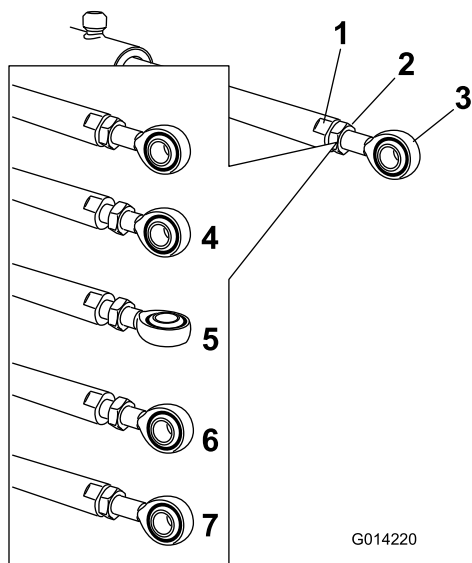

Figura 61
- Utilice una llave sobre las zonas planas del émbolo del actuador para inmovilizarlo y, a continuación, afloje la contratuerca para poder ajustar la varilla de ojal (Figura 61).
- Gire la varilla de ojal en el émbolo del actuador para acortar o alargar el actuador extendido a la posición deseada (Figura 61).